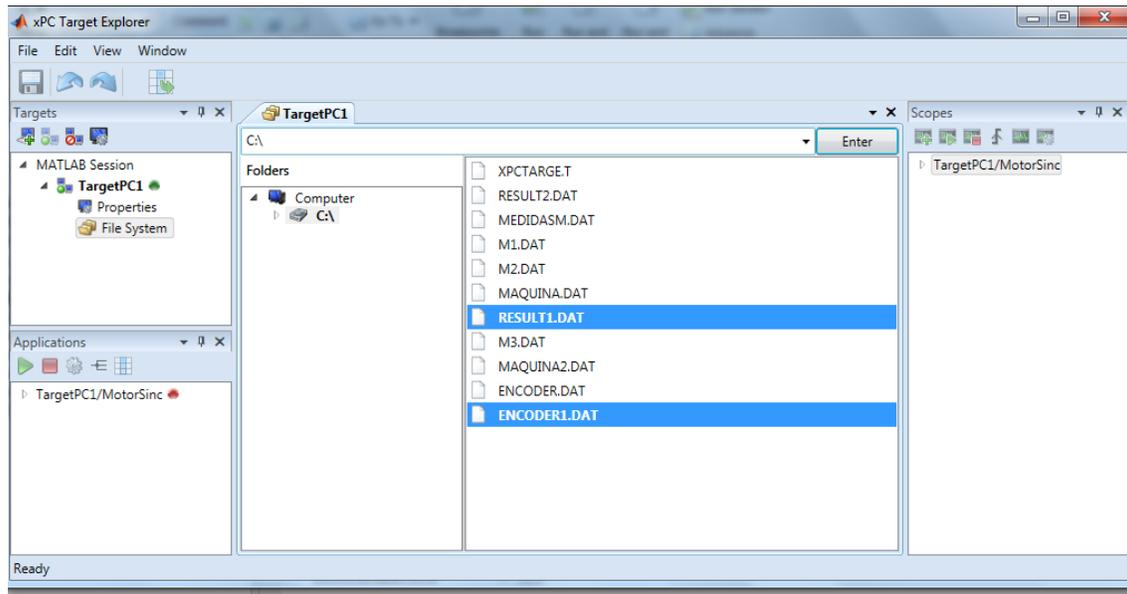

Figura 10. Pantalla de navegación de la PC Target.
- **Paso 12:** Los resultados de la simulación se guardan en la PC Target, por lo tanto, para obtener las gráficas de las diferentes variables medidas, se deberán extraer los archivos “RESULT1.DAT”, para las mediciones de los sensores de voltaje, “RESULT2.DAT”, para las mediciones de los sensores de corriente, y “RESULT3. DAT”, para las mediciones de los sensores de posición y velocidad, del PC Target. Para realizar esta operación es necesario teclear la instrucción “xpcexplr” en la ventana de comandos de MATLAB, al hacer esto aparecerá una ventana de navegación. En la sección izquierda de la ventana se debe dar clic sobre “MATLAB Session/Target PC1/File System”, esperamos unos segundos se habilitará el disco del Target (figura 10). Para copiar los archivos “RESUL1.DAT” “RESULT2.DAT” y “RESULT3. DAT” se pueden simplemente arrastrar a la carpeta “Inicio\_P”.